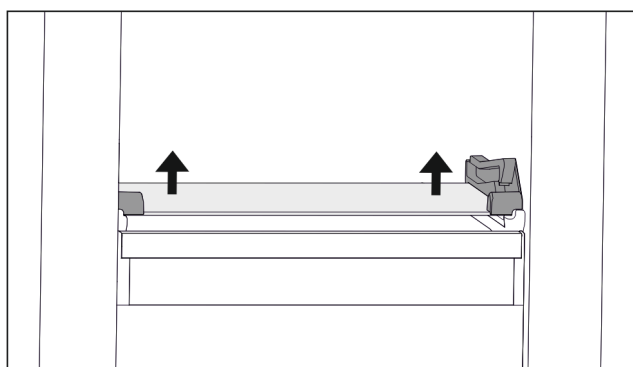

Fig. 70 Płyta szklana szuflady odchylanej
- ▶ Docisnąć płytę szklaną od dołu do góry po obu stronach. (patrz Fig. 70)